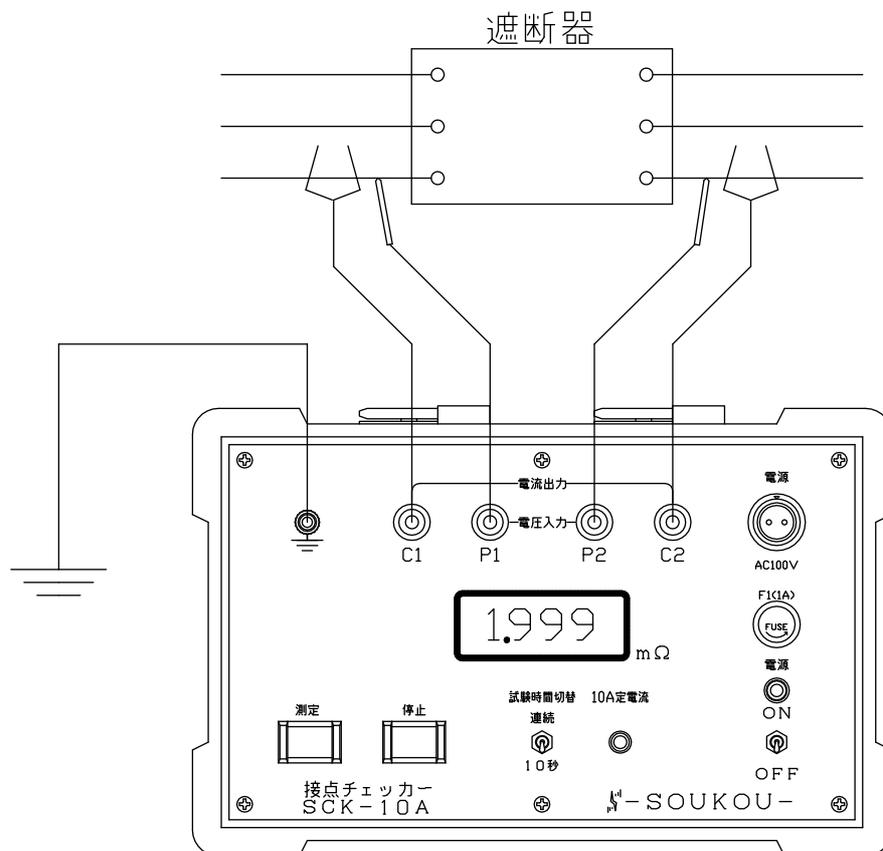

図1：測定接続図
- 1) 本装置と測定対象物を付属のコードで接続します。(図1)